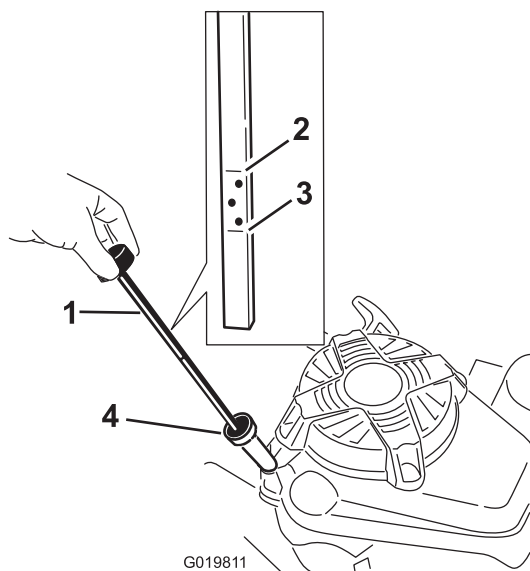

Bild 14
Stellen Sie vor jedem Einsatz sicher, dass der Ölstand zwischen den Markierungen „Add (Nachfüllen)“ und „Full (Voll)“ am Peilstab steht (Bild 14).
2. Reinigen Sie den Bereich um den Peilstab (Bild 14).
6. Lesen Sie den Ölstand am Peilstab ab. (Bild 14)